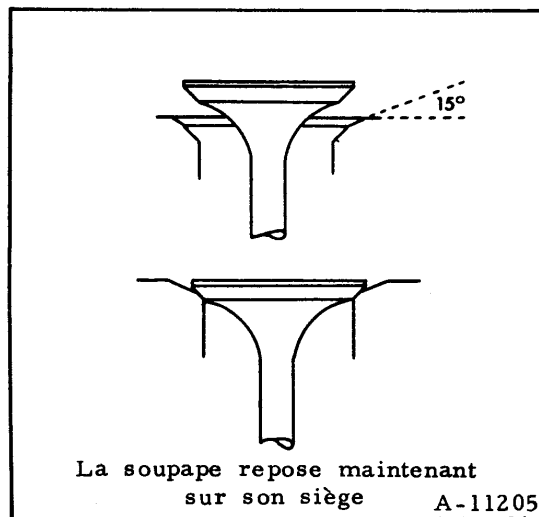

Fig. 33
- Si le siège est trop large, fraisez-le avec une meule à 15° pour le ramener dans les limites prévues (fig. 33).